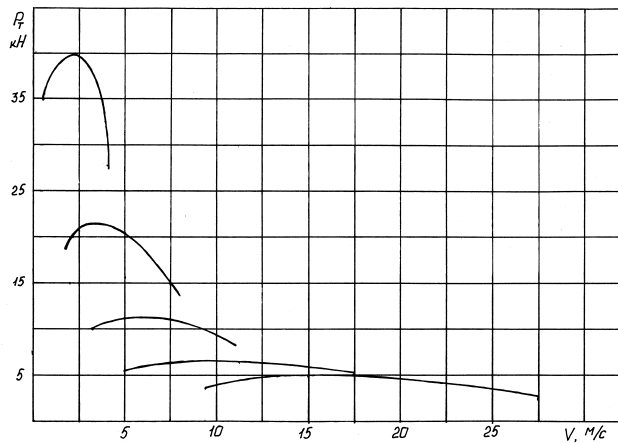

Рисунок 1. Тяговая характеристика автомобиля
1. Используя тяговую характеристику автомобиля (рис.1), найти мощность двигателя, мощность и крутящий момент на колесах автомобиля. Крутящий момент двигателя, выраженный в Н·м, больше мощности двигателя, выраженной кВт, в 3,5 раза; причем эта мощность в 1,3 раза превышает мощность на колесах. Размер шин 260-20, передаточные числа главной передачи и коробки передач соответственно равны 6,45 и 2,3. Автомобиль движется на 3-й передаче.